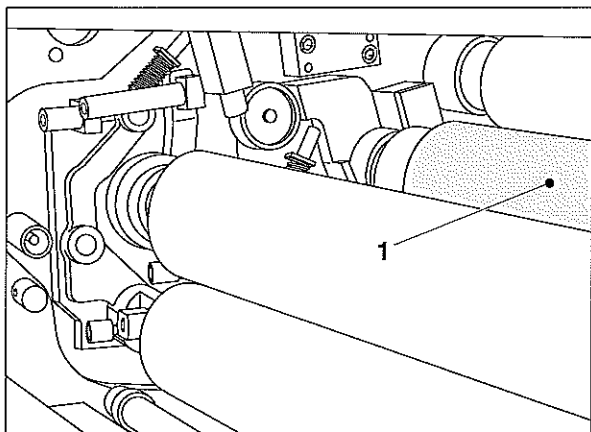

図 16 インキ移しローラ 5
1. インキ移しローラ 5 (図 16/1) を取り出します。